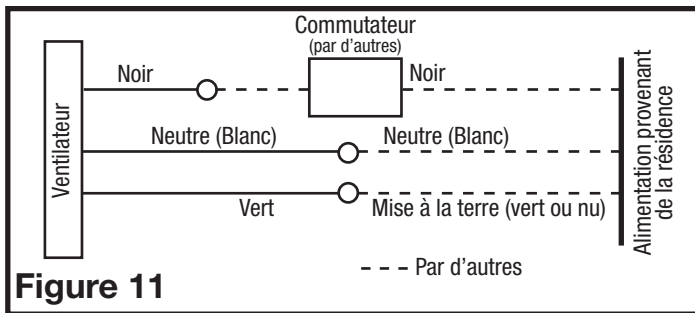

Figure 11
- 5b. De l'endroit où vous avez choisi d'accéder à la boîte de raccordement du ventilateur, reliez le fil blanc de la maison au fil blanc du réceptacle du ventilateur. Reliez le fil noir du commutateur mural au fil noir du réceptacle du ventilateur. Reliez le fil de terre de la maison au fil vert du logement du ventilateur (**Figure 11**). Utilisez les méthodes approuvées pour tous les raccordements.